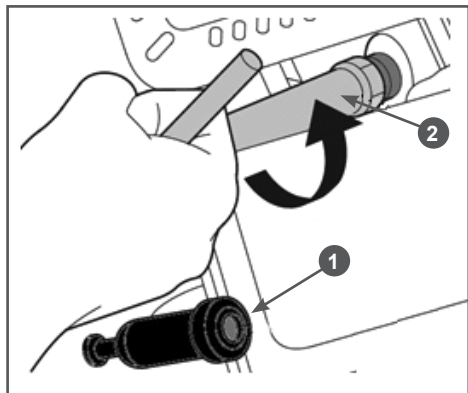

Рис. 17 Откручивание свечи зажигания
1. Снимите колпачок 1 (Рис. 17) со свечи зажигания и удалите грязь вокруг свечи зажигания.
2. Открутите свечу зажигания свечным ключом 2 (Рис. 17).